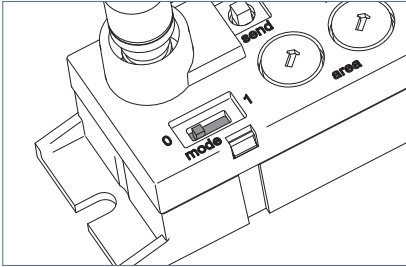

Fig. 18: Fonction swarm control désactivée.
- Réglez le commutateur à coulisse „mode“ sur la position **0**, voir Fig. 18, et veillez à ce qu'au moins un codeur rotatif ne soit pas positionné sur **0**, par ex. sur **1**.